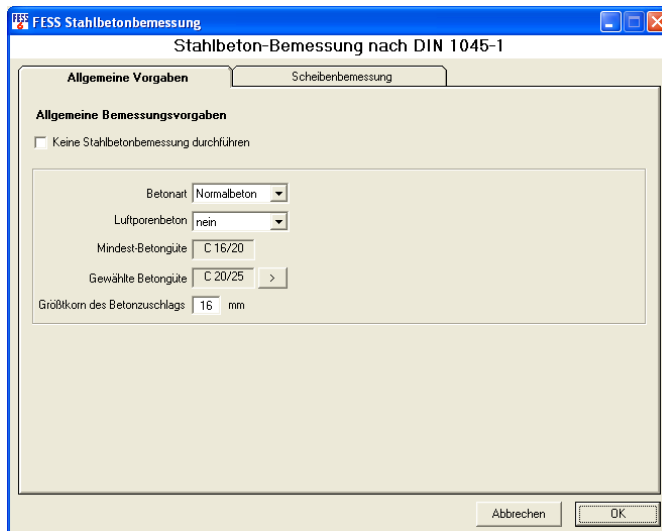

Abbildung 19 - Vorgaben zur Bemessung
- Es öffnet sich ein Dialogfenster. Ändern Sie die Vorgaben zur Bemessung gemäß Abbildung 19 ab, sofern die Werte nicht voreingestellt sind und bestätigen Sie diese mit "Ok".